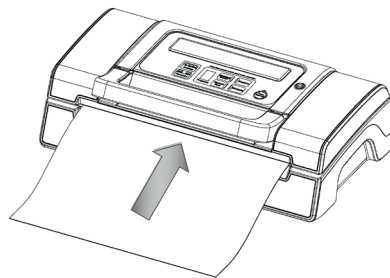

Fig. 8
8. Trykk på håndtaket for å åpne lokket og ta posen ut av apparatet. Posen er ferdig og klar til bruk (Fig.8).